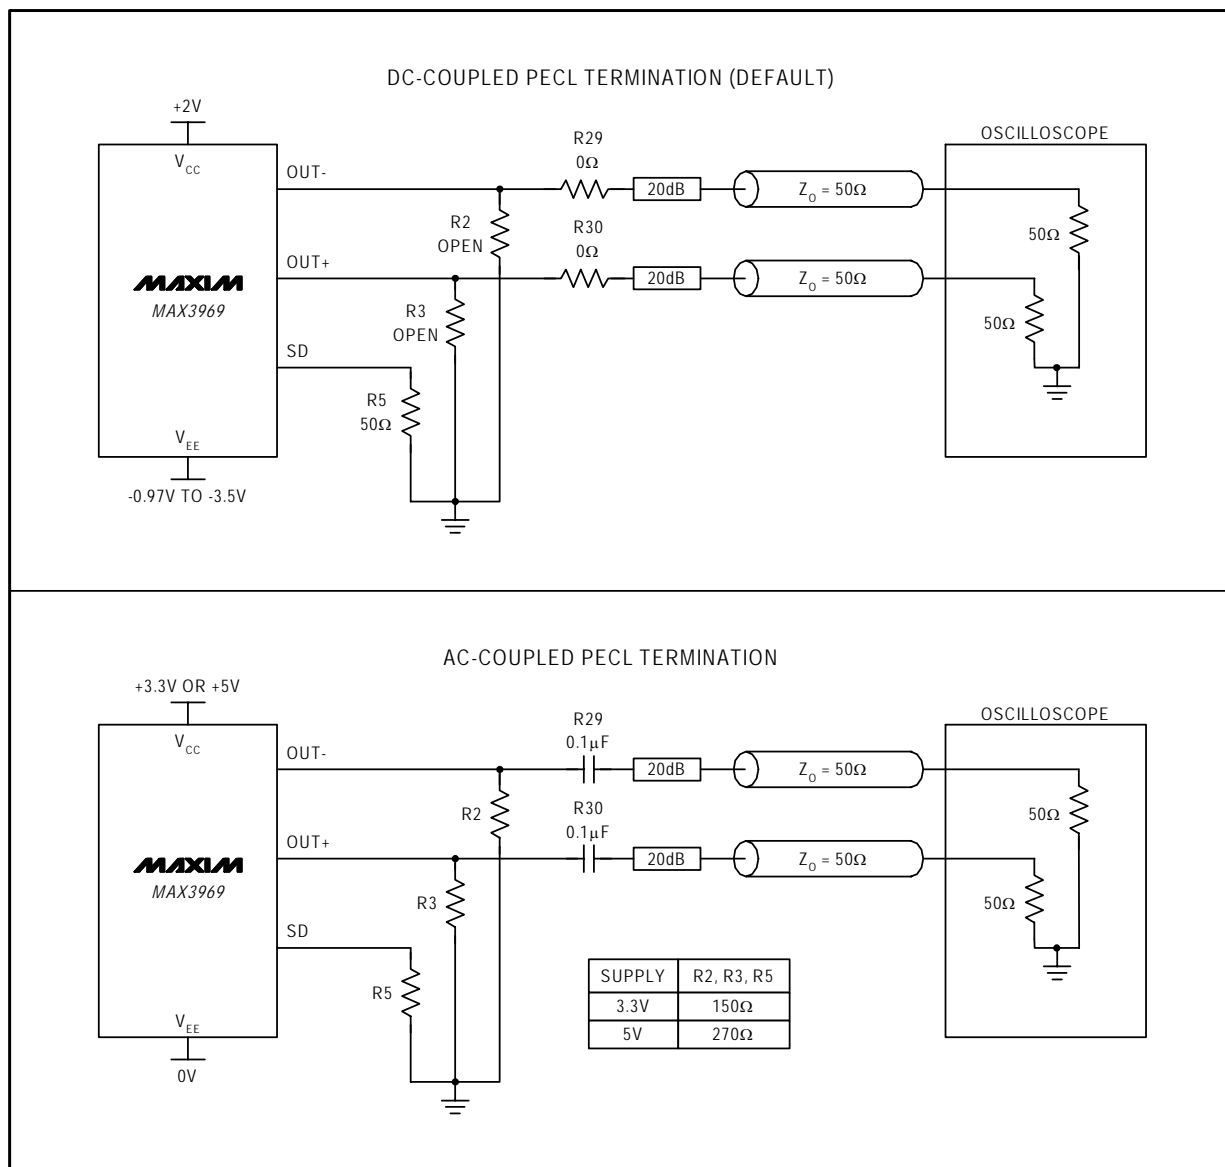

図1. PECL 出力の終端
データ出力 (OUT+, OUT-) と信号検出出力 (SD) は PECL に対応しており、どのような標準的な終端法も採用することができます。図 1 は、標準的な DC 及び AC 終端を示します。